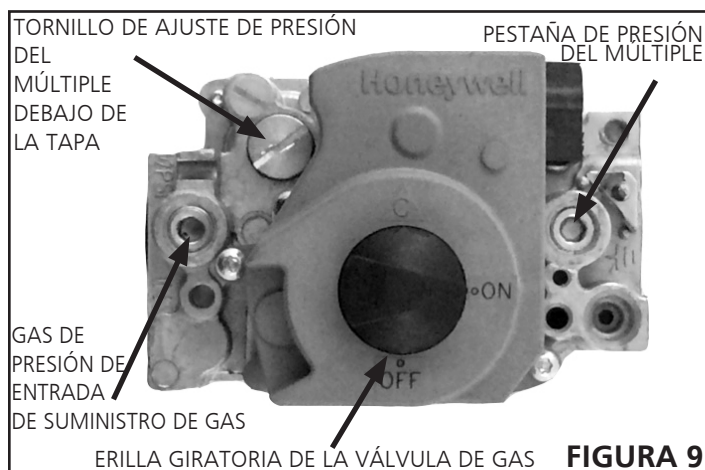

FIGURA 9
5. Hay una perilla giratoria negra que se puede mover entre las posiciones de encendido y apagado. Gire la perilla a la posición "off" (apagado). (Ver figura 9).
- Después de verificar y ajustar la presión de la línea, verifique la presión del múltiple. La presión correcta del múltiple se indica en la placa de especificaciones de la unidad. Consulte la **figura 9** por la ubicación del tornillo de ajuste de la presión de gas. Se necesita un juego de conversión de gas natural a LP/Propano para convertir la unidad. Consulte las instrucciones de instalación suministradas con el juego de conversión para instalarlo.